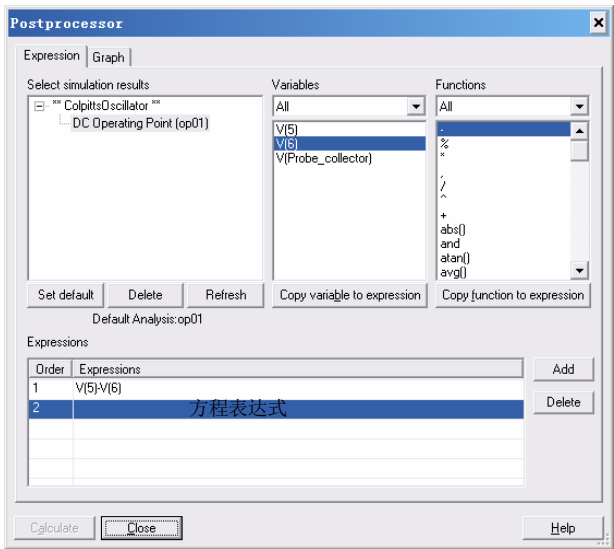

图 8-3 方程保存到表达式表中
6) 方程完成后，单击“Add”按钮或按下〈Enter〉键，把整个函数方程保存到 Expressions 列表框中，如图 8-3 所示。